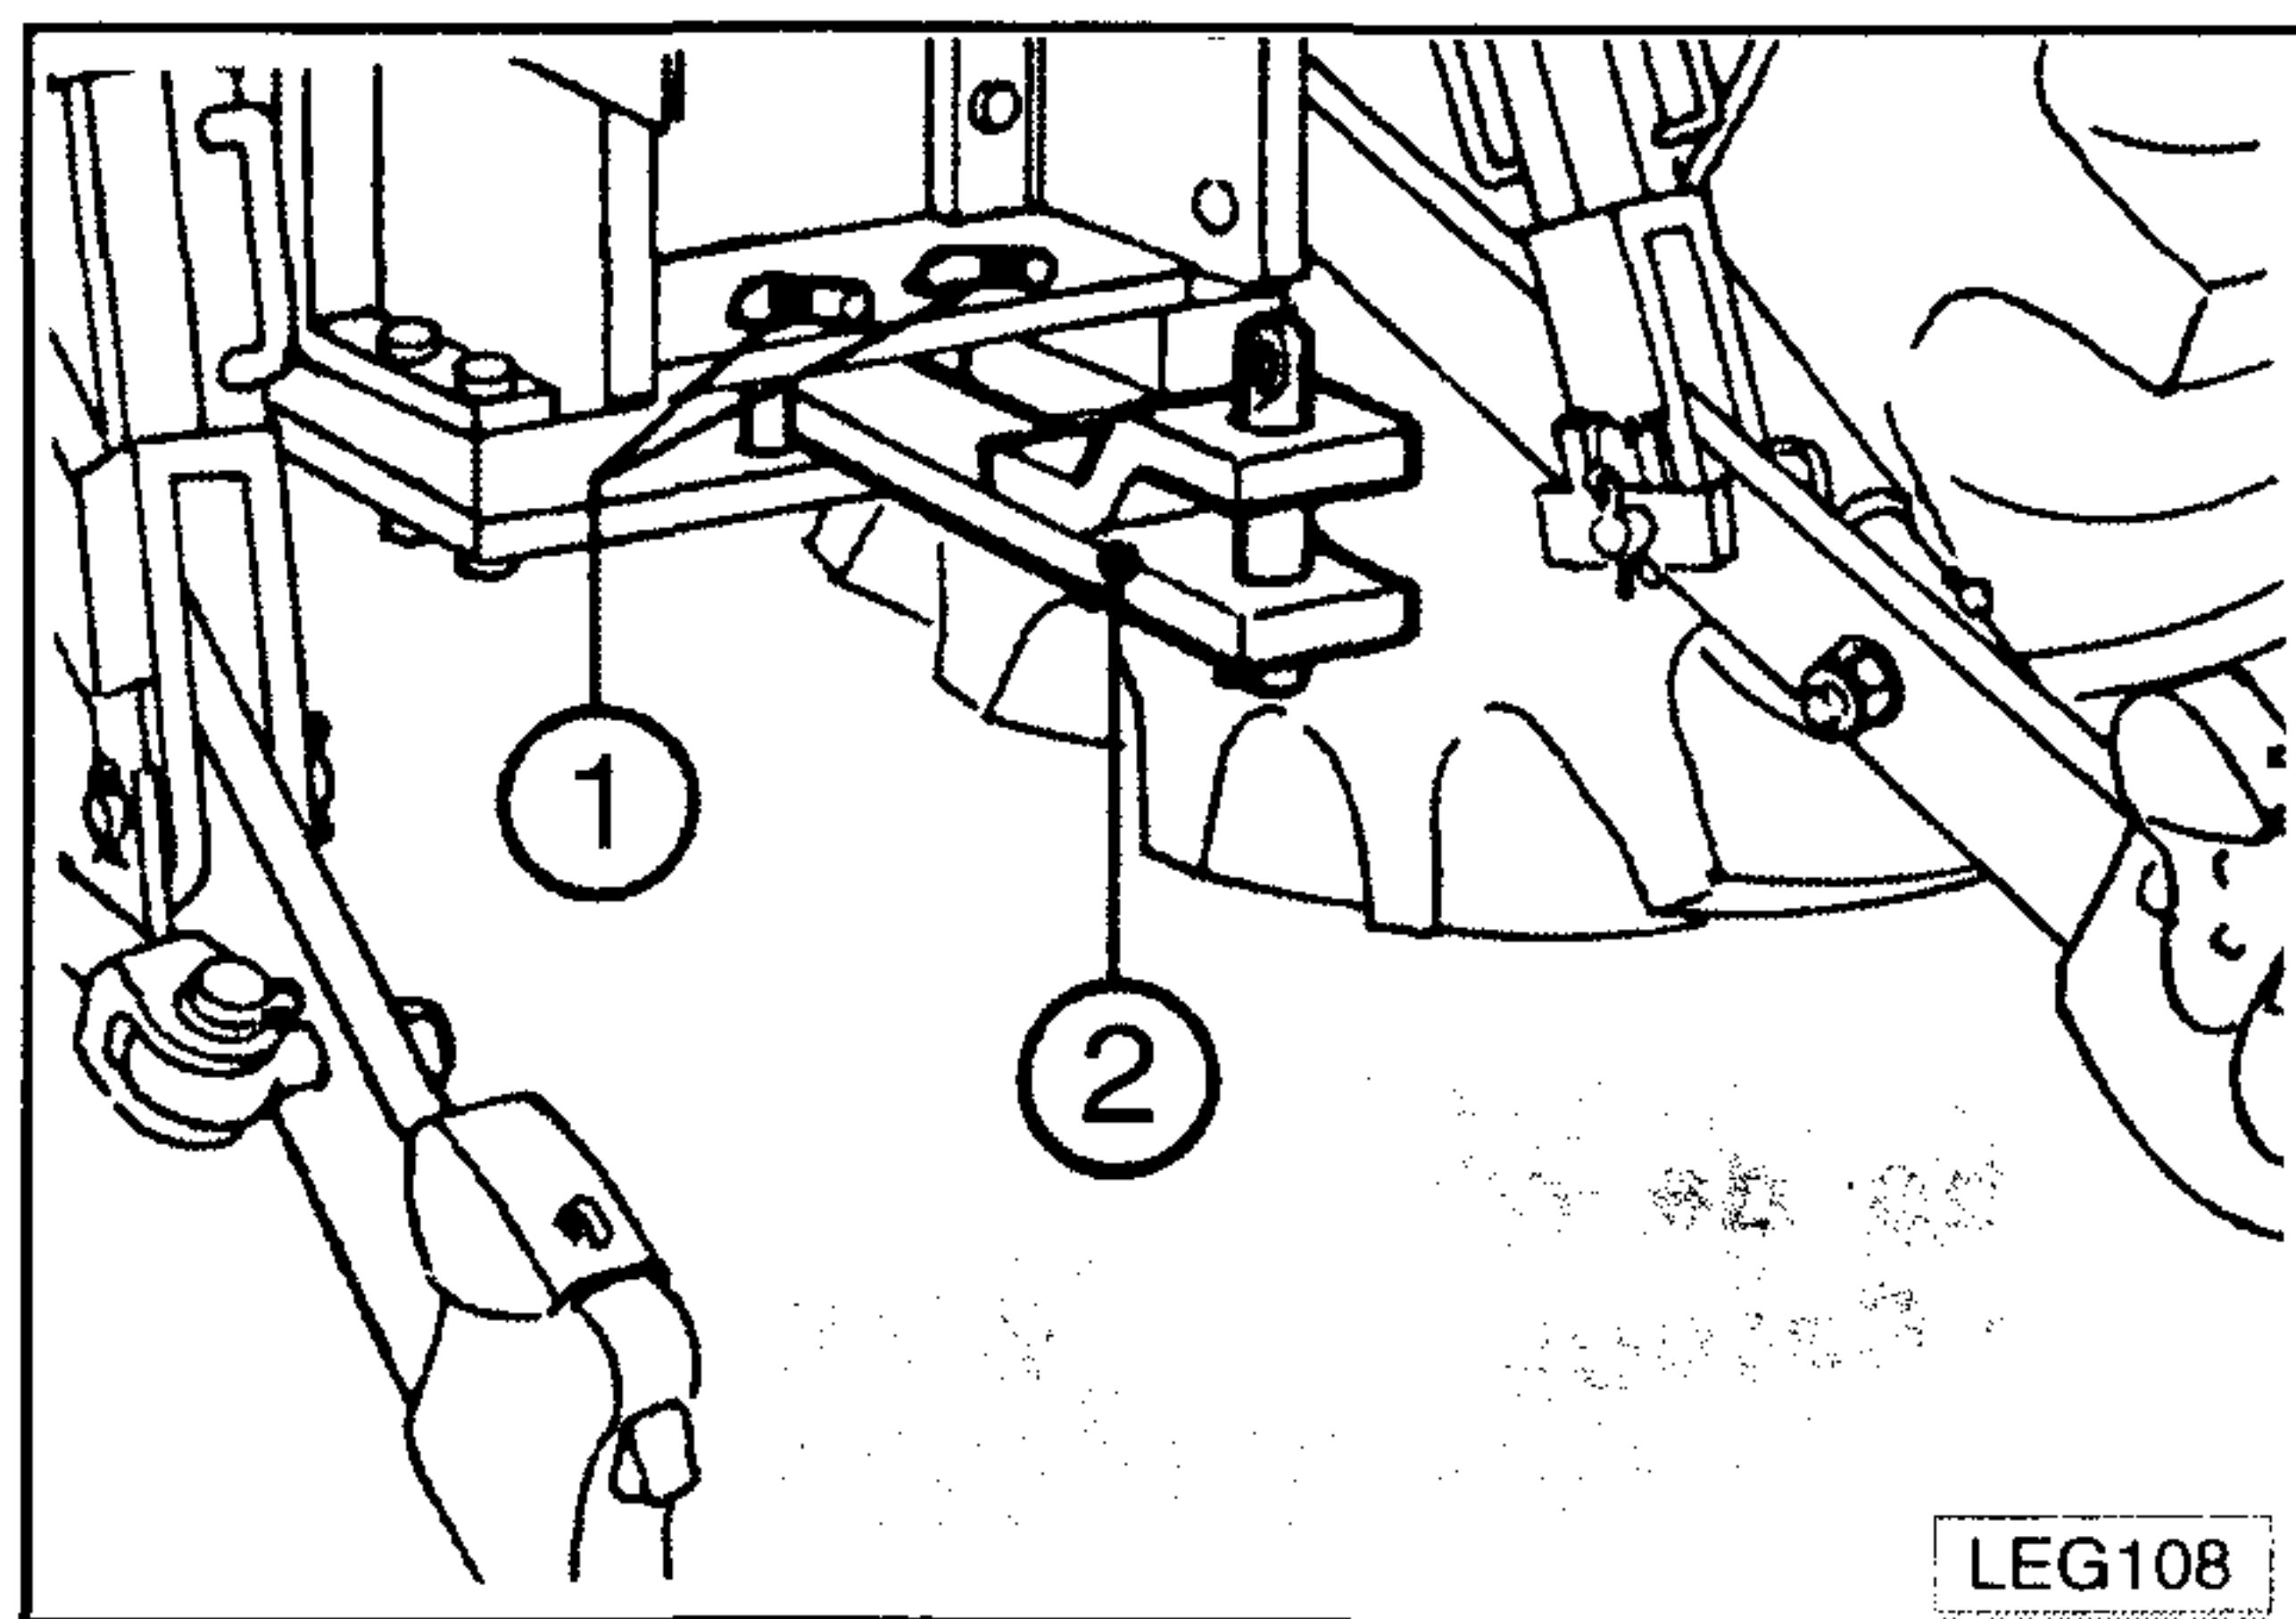

Fig. 4-61 - Cat. "A".
Con el tractor se puede suministrar un gancho tipo "A" (Fig. 4-61) formado por un sector y una barra de tiro (2), empleado para aperos agrícolas y remolques de dos o más ejes.